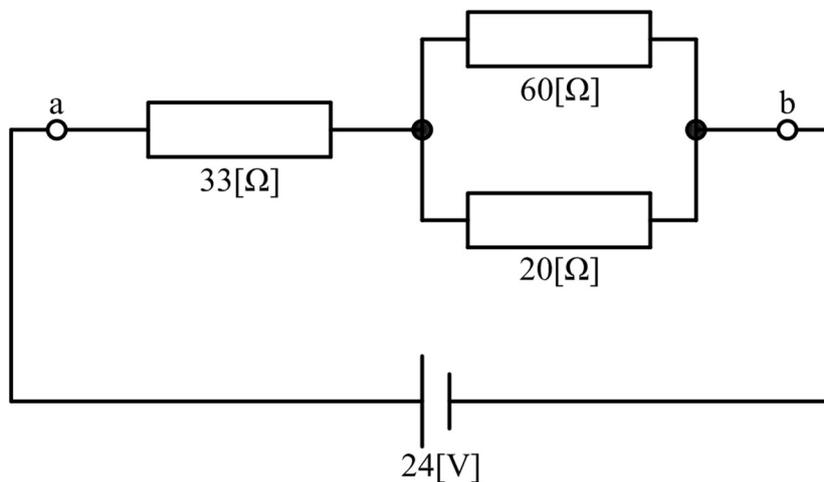

図 5-2
- (1) 図 5-2 の回路図において、端子 ab 間の抵抗器の合成抵抗は、(①) [Ω]、電源から流れる電流は、(②) [A]、端子 ab 間の抵抗器で消費される電力の合計は、(③) [W] である。